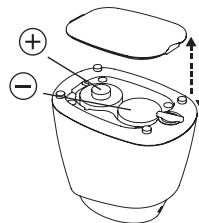

Рис. 3
3. Пример правильной установки батарей (см. рис. 3).